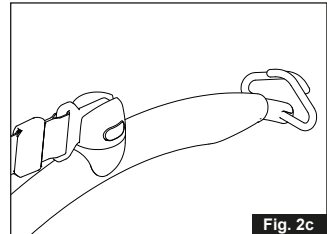

Fig. 2c
2. Relâchez le bouton jaune (fig. 2c)